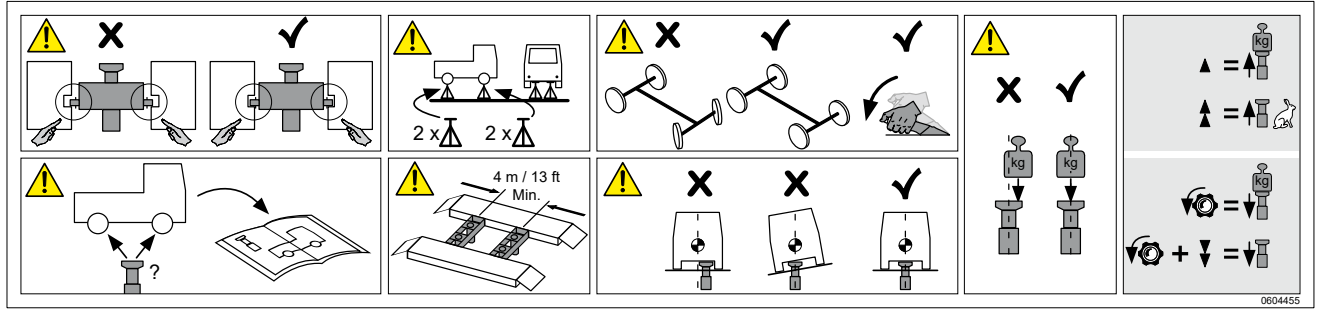

Fig.42
- Mærkater af sikkerhedsmæssig betydning er læsbare (*Fig.42*).
- Furthermore all safety labels must be checked to ensure that they are legible (*Fig.42*).
- Lesbarkeit wichtiger Sicherheitshinweise (*Fig.42*).
- Toutes les étiquettes de sécurité doivent être vérifiées pour s'assurer qu'elles sont lisibles (*Fig.42*).
- Vidare måste alla säkerhetsdekalerna kontrolleras för att säkerställa att de är läsliga (*Fig.42*).
- Myös kaikkien varoitustarjottimien luettavuus on tarkastettava (*Fig.42*).
- Bovendien moeten alle veiligheidslabels worden gecontroleerd om ervoor te zorgen dat ze leesbaar zijn (*Fig.42*).
- Además, se deben comprobar todas las etiquetas de seguridad para asegurarse de que son legibles (*Fig.42*).
- Кроме того, все предупреждающие этикетки должны проверяться на предмет их разборчивости (Fig.42).
- Inoltre, è necessario controllare l'integrità e la perfetta leggibilità di tutte le etichette di sicurezza (Fig.42).